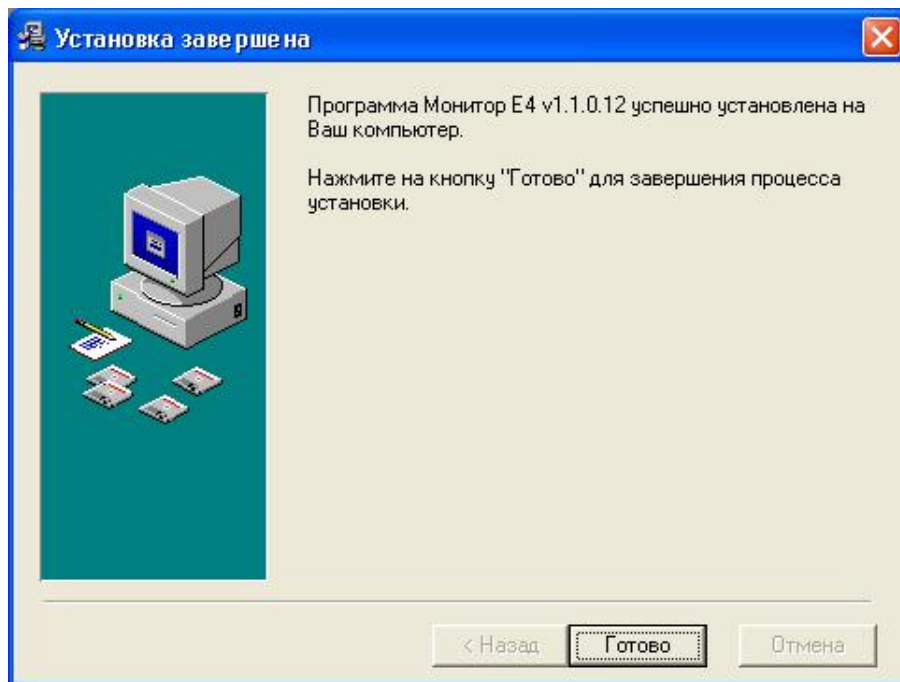

Рисунок 3.7 – Диалог «Установка завершена»
3.3.6 После успешного окончания копирования выводится соответствующее окно «Установка завершена» (рисунок 3.7). Для выхода из